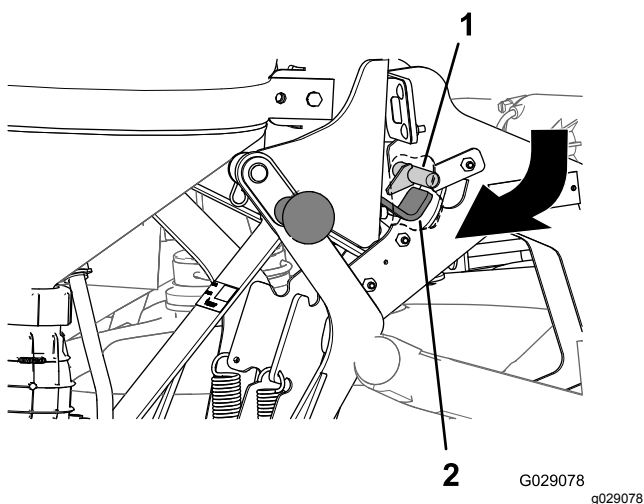

Рисунок 38
3. Потяните рукоятку эдуктора наружу и вниз, чтобы крюк защелки на внутренней стороне опорной пластины отсоединился от штока защелки основной опорной рамы в сборе (Рисунок 38).
3. Нажмите на рукоятки в верхней части люльки так, чтобы часть защелки с крюком была выведена за шток защелки основной опорной рамы (Рисунок 38).